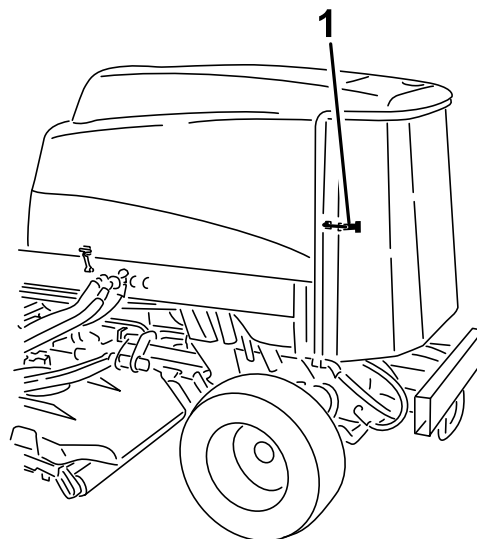

Figura 79
3. Desenganche y abra la rejilla trasera (Figura 79).